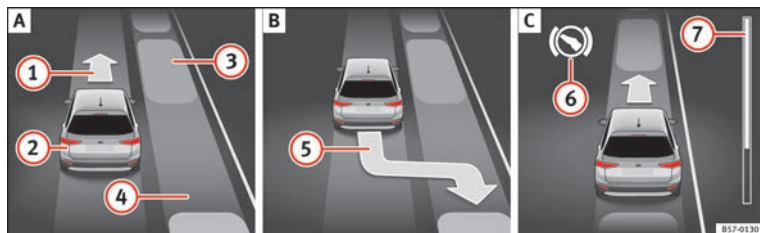
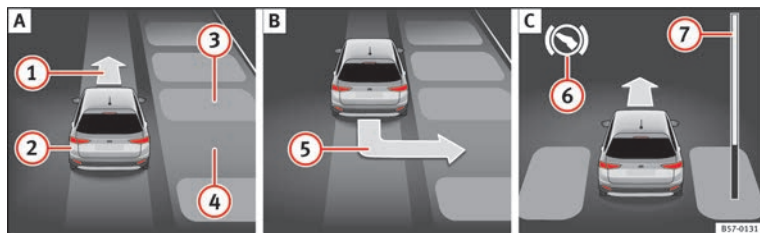

Fig. 212 Sul display del quadro strumenti: parcheggiare in linea **A** Cercare uno spazio di parcheggio. **B** Posizione di parcheggio. **C** Manovrare.
Fig. 213 Sul display del quadro strumenti: parcheggiare a pettine. **A** Cercare uno spazio di parcheggio. **B** Posizione di parcheggio. **C** Manovrare.
Legenda della **fig. 212** e **fig. 213**:
» **fig. 212 7** e » **fig. 213 7** mostra simbolicamente nel display del quadro strumenti la distanza relativa ancora da percorrere. Maggiore è la distanza, maggiore sarà il riempimento della barra di avanzamento. Circolando con la marcia in avanti, il contenuto della
Nella visualizzazione del display del quadro strumenti controllare se lo spazio è stato rilevato come "idoneo" ed è stata raggiunta la posizione corretta per parcheggiare » fig. 212 [B] o » fig. 213 [B].
OPPURE: retrocedere finché nel display del quadro strumenti non comparirà l'indicazione di spostarsi con la marcia in avanti » fig. 212 [C] o » fig. 213 [C].
9.	L'assistente di parcheggio dirige il veicolo con la marcia in avanti o in retromarcia fino a posizionarlo al centro dello spazio di parcheggio » fig. 212 [C] o » fig. 213 [C].